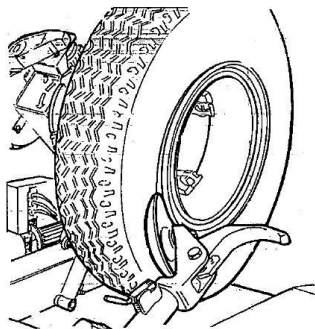

Fig.7.19
- 7) Sæt split-ringen på fælgen og installer derefter låseringen ved hjælp af vulstbryderen, som vist på Fig.7.19.
9) Anbring låseringen på fælgen ved hjælp af vulstbryderen, som vist på Fig.7.19.